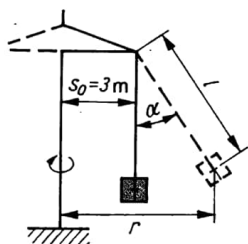

Bild 40
- 3.60 Die Ketten eines Kettenkarussells mit 16 Sesseln (Bild 40) haben eine Länge von 8,0 m. Nach Erreichen konstanter Drehzahl bilden die Ketten einen Winkel von 26° mit der Vertikalen. Berechnen Sie 1. den Radius des Umlaufkreises der Sessel, 2. die Umlaufzeit und 3. die mittlere Leistung, die aufgebracht werden muß, um das vollbesetzte Karussell in 45 s in den angegebenen Betriebszustand zu versetzen. Die Masse eines besetzten Sessels beträgt im Mittel 80 kg. Die Massen der Seile und des Gestänges sowie die Reibung sollen durch den angenommenen Wirkungsgrad von 50% berücksichtigt werden.